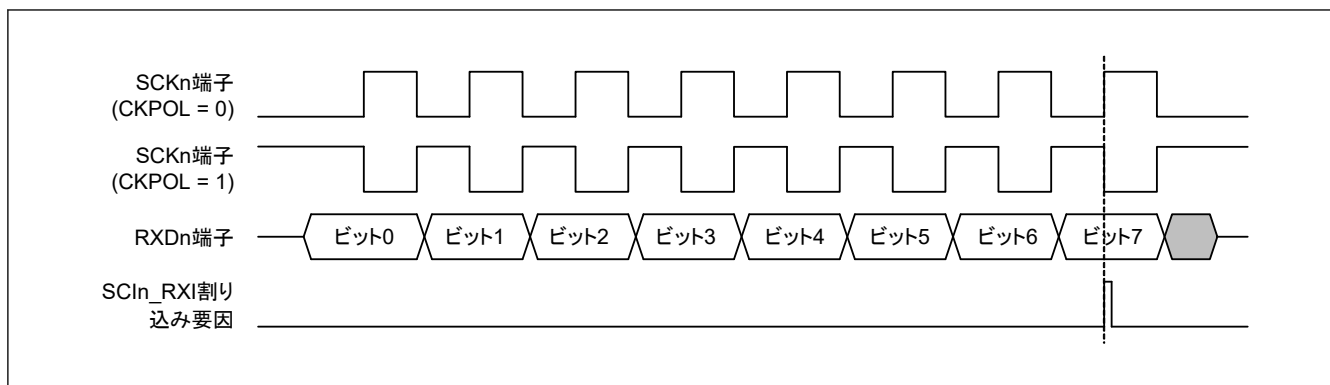

図 26.78 簡易 SPI モードにおける SCIIn_RXI 割り込みの発生タイミング (クロック遅れあり)
- クロック遅れあり (SPMR.CKPH = 1) では、図 26.78 に示すように、SCK_n 端子の最終クロックエッジ手前のクロックエッジで受信データフル割り込み (SCI_n_RXI) が発生します。SCR レジスタの TE ビットと RE ビットを SCK_n 端子の最終クロックエッジより前に 0 にすると、SCK_n 端子出力がハイインピーダンスとなり、転送クロックの最後のクロックパルス幅が短くなります。また、SCI_n_RXI 割り込みの発生によって、SCK_n 端子の最終クロックエッジより前に接続先スレーブの SS_n 端子入力信号が High になった場合、スレーブが誤動作する可能性があります。